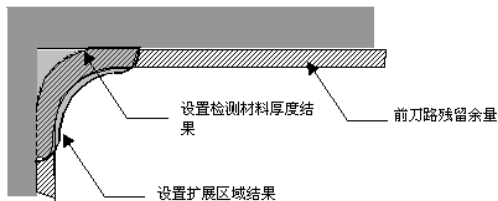

图 2-12 扩展区域结果
**【扩展区域】**: 用于设置残留区域沿零件轮廓表面按该系数值进行扩展的大小, 该选项可与“检测材料厚度”选项联合使用, 如图 2-12 所示。